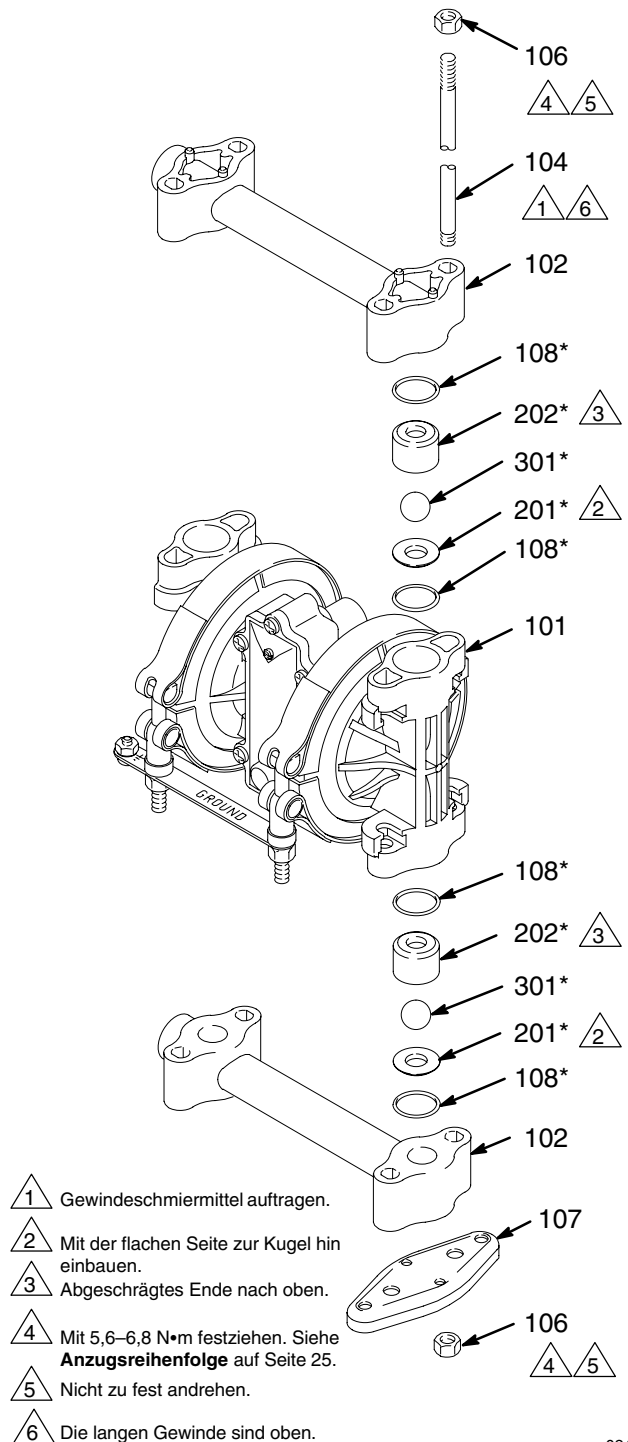

Abb. 13
2. Mit einem 1/2"-Steckschlüssel die Muttern (106) abschrauben, mit denen der obere Verteiler (102) an den Abdeckungen (101) befestigt ist. Den Verteiler von der Pumpe hochheben. Siehe Abb. 13.
3. Den äußeren O-Ring (108), die Kugelführung (202), die Kugel (301) und den inneren O-Ring (108) von beiden Abdeckungen entfernen.
4. Die Pumpe umdrehen. Die Verbindungsstangen (104) aus der Pumpe herausziehen, die vier Muttern (106) jedoch auf den Stangen lassen. Die Füße (107) und den unteren Verteiler (102) entfernen.
5. Den äußeren O-Ring (108), den Sitz (201), die Kugel (301), die Kugelführung (202) und den inneren O-Ring (108) von beiden Abdeckungen (101) entfernen.
7. Die Einlassventilkugeln wieder unten in die Pumpe einbauen und dabei die Hinweise in Abb. 13 beachten. Sicherstellen, dass die Kugelrückschlagventile **genauso** zusammgebaut werden, wie dargestellt.
8. Den unteren Verteiler (102) und die Füße (107) an ihre richtige Stelle unten in der Pumpe bringen.
9. Die langen Gewinde jeder Stange (104) durch die Füße und den unteren Verteiler einführen. Die Stangen durch die Abdeckungen (101) hindurch nach oben drücken, bis die Mutter (106) am Ende der Stangen am Fuß aufsitzt. Sicherstellen, daß die Stangen ganz hineingedrückt werden. Die Pumpe aufrecht stellen (die Stangen haben einen leichten Presssitz und halten die Pumpenteile sicher fest).
10. Die Auslassventilkugeln wieder oben in die Pumpe einbauen und dabei die Hinweise in Abb. 13 beachten. Sicherstellen, dass die Kugelrückschlagventile **genauso** zusammgebaut werden, wie dargestellt. Um Undichtigkeiten der Pumpe zu vermeiden, mit den Fingern über die O-Ringe (108) streifen und sicherstellen, dass die ordnungsgemäß sitzen.
11. Den oberen Verteiler (102) und die vier Muttern (106) einbauen. Mit 5,6–6,8 N•m festziehen. **Nicht zu fest andrehen.** Siehe **Anzugsreihenfolge**, Seite 25.